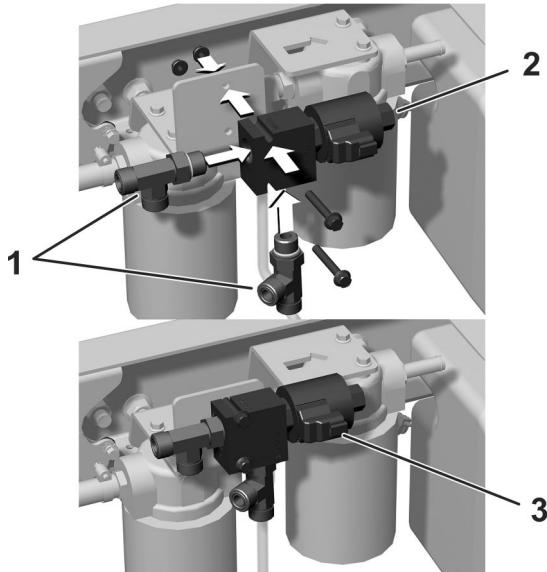

Bild 12
1. Befestigen Sie die zwei T-Anschlussstücke lose am Ventil (Bild 12).
2. Befestigen Sie das Ventil mit zwei Bundbolzen (1/4" x 1 1/8") an der Rahmenhalterung, wie in Bild 12 abgebildet.
3. Befestigen Sie den elektrischen Anschluss am Anschluss am Ventil (Bild 12).